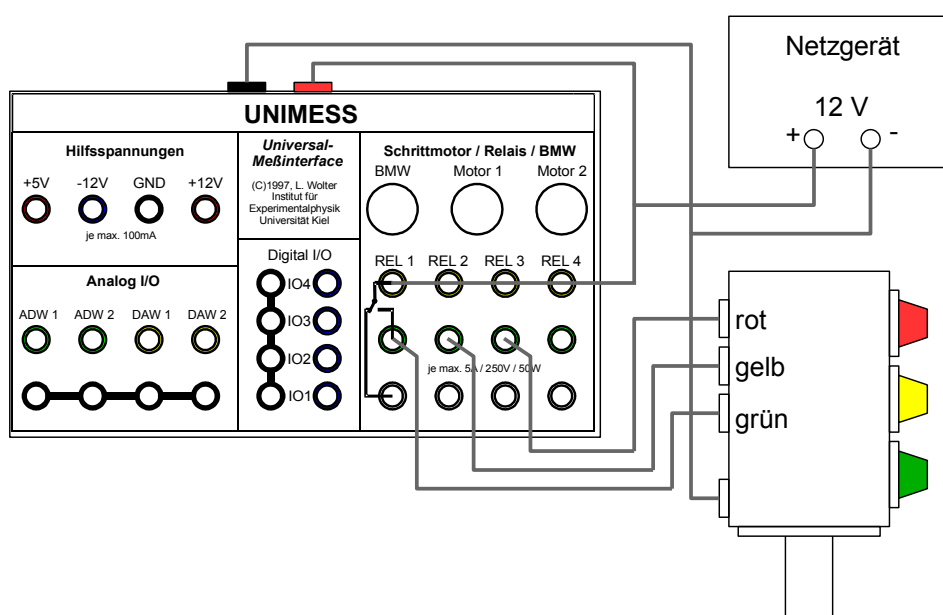

Abb. 1: Schaltung der Ampelsteuerung
- 2.1 Schließen Sie das Ampelmodell wie in Abb. 1 beschrieben an das UniMess-Interface an.